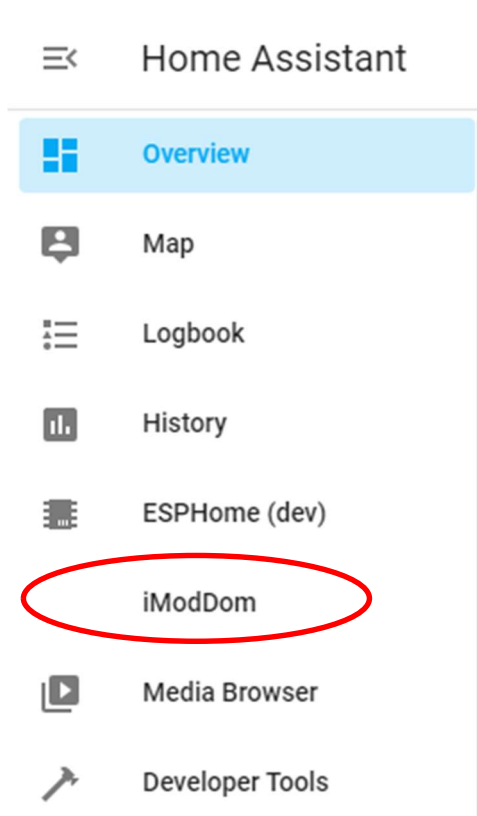

Figura 1 - Separador "iModDom"
1. Aceda à página do *Home Assistant* e de seguida ao separador “iModDom” de modo a ter acesso a página dos blocos (Figura 1).